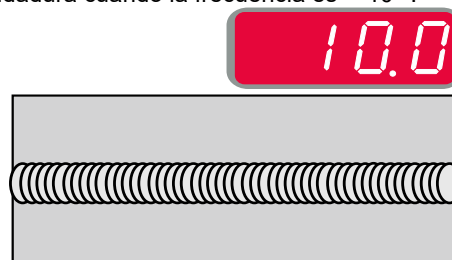

Figura 17
- Frecuencia mayor que 0,0 - Soldadura estrecha y espaciado del rizo, velocidad de desplazamiento rápida. La Figura 17 muestra el espaciado de la soldadura cuando la frecuencia es "+10".